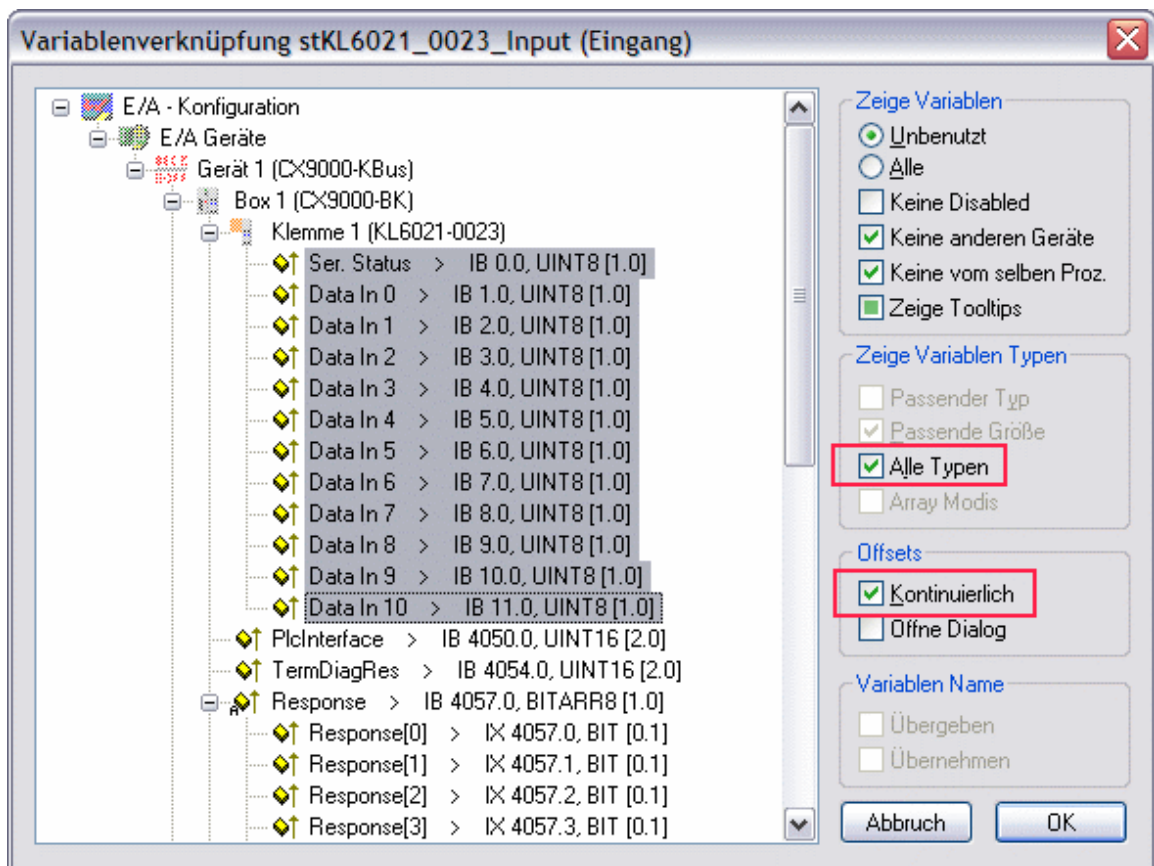

Bild 2
2. Wählen Sie "Alle Typen" und "Kontinuierlich" an (siehe Bild 2).
5. Jetzt lassen Sie die >SHIFT< Taste wieder los. Alle Daten der Klemme müssen jetzt markiert sein (siehe Bild 2).